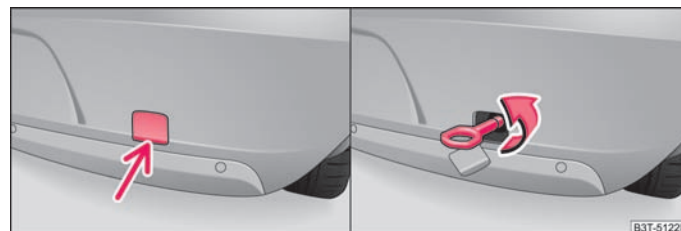

Abb. 209 Hinterer Stoßfänger: Ausbau der Abdeckung / Einbau der Abschleppöse
- Drücken Sie auf den unteren Teil der Abdeckung im hinteren Stoßfänger ⇒ Abb. 209 - links und nehmen Sie diese heraus.
- Schrauben Sie die Abschleppöse mit der Hand nach links bis zum Anschlag ein ⇒ Abb. 209 - rechts und ziehen Sie diese so fest wie möglich an. Für das Festziehen empfehlen wir z. B. den Radschlüssel, die Verzurröse eines anderen Fahrzeugs oder einen ähnlichen Gegenstand zu verwenden, den Sie durch die Öse stecken können.